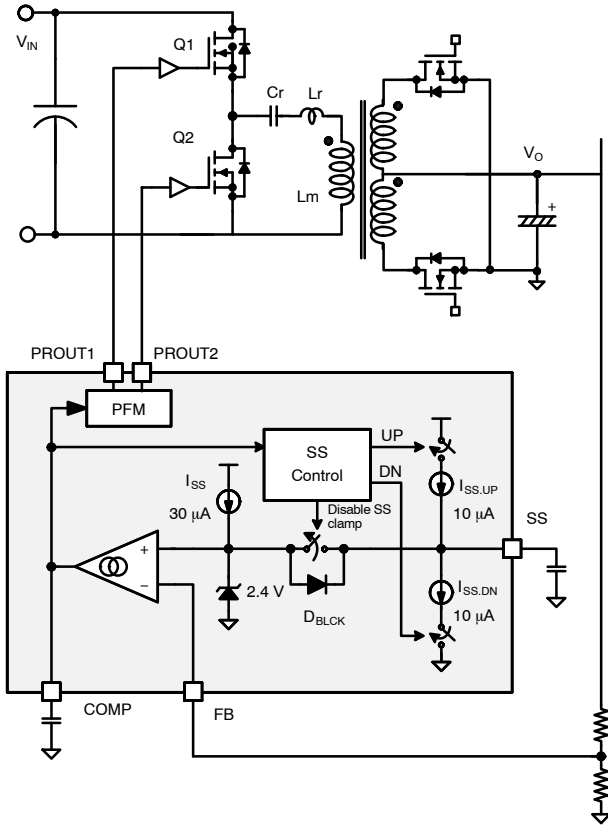

图 68. 闭环软启动的原理图
图 68 显示了反馈控制和闭环软启动的简化电路框图。在正常的稳态运行中，软启动 (SS) 引脚将连接至箝位在 2.4 V 的误差放大器同相输入端。反馈环路在检测到的输出电压与 SS 引脚电压相同时运行。在启动期间，内部电流源极 ( $I_{SS-T}$ ) 会对 SS 电容器进行充电，SS 引脚电压将逐渐增加。由于处于闭环 SS 控制，因此输出电压也会单调增加。